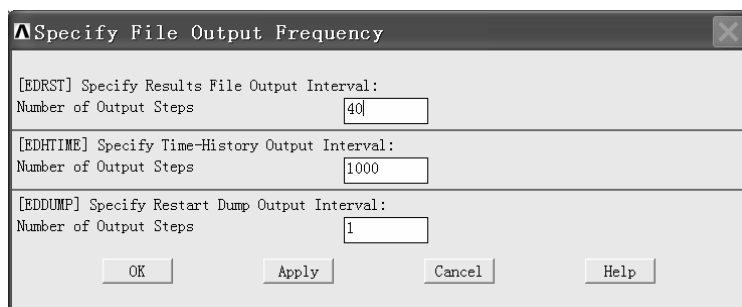

图 6-34 “Specify File Output Frequency” 窗口
(4) 在 “Specify Output File Types for LS-D...” 窗口中 “File options” 后的方框中选择 “Add”, 在 “Produce output for...” 后的方框中选择 “LS-DYNA”, 然后单击该窗口中的 “OK” 按钮。
(5) 依次选择 Main Menu>Preprocessor>Solution>Output Controls>File Output Freq>Number of Steps, 弹出 “Specify File Output Frequency” 窗口 (见图 6-34)。
(6) 在 “Specify File Output Frequency” 窗口中 “[EDRST] Specify Results File Output Interval:” 后的方框中输入 “40”, 在 “[EDHTIME] Specify Time-History Output Interval:” 后的方框中输入 “1000”, 然后单击该窗口中的 “OK” 按钮。